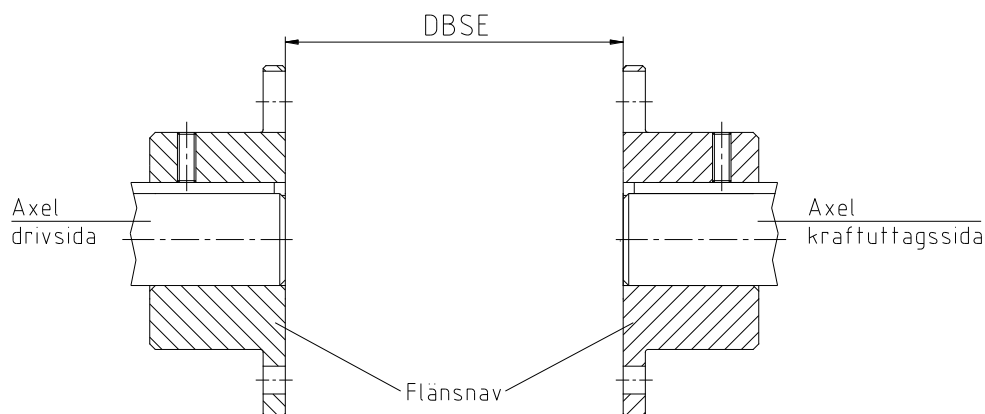

Bild 17: Montering av flänsnaven
- Montera flänsnaven på driv- och kraftuttagssidans axel (se bild 17).
- Flänsnavens insidor måste ligga i plan med axlarnas fronttytor (se bild 17).